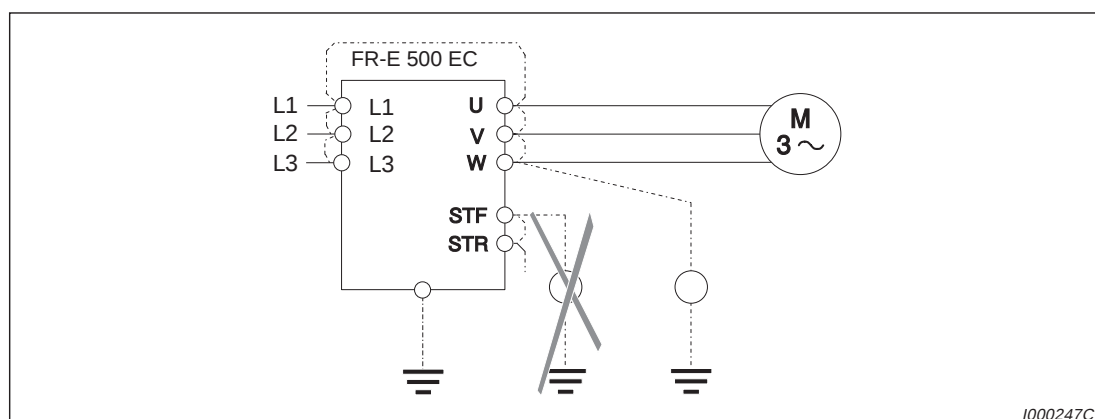

Fig. 7-1: Contrôle d'isolation à la terre
- Exécuter le contrôle d'isolation uniquement pour le bloc de puissance. Raccorder alors l'ohmmètre (500 V DC) conformément au schéma dans la figure 7-1. Un contrôle d'isolation du circuit de contrôle est impossible.